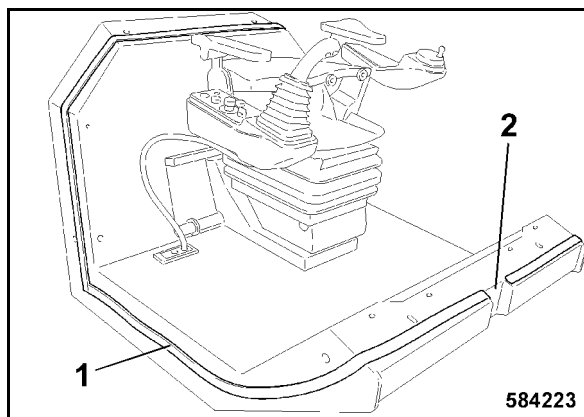

Bild 184
- Liimaa tiivistenauha 1 (Bild 184) ohjaamon ympärille.
- Älä liimaa tiivistenauhaa ohjaamon etuaukon yli (2), sillä se on ilman sisääntuloaukko ohjaamon tuuletusta varten.